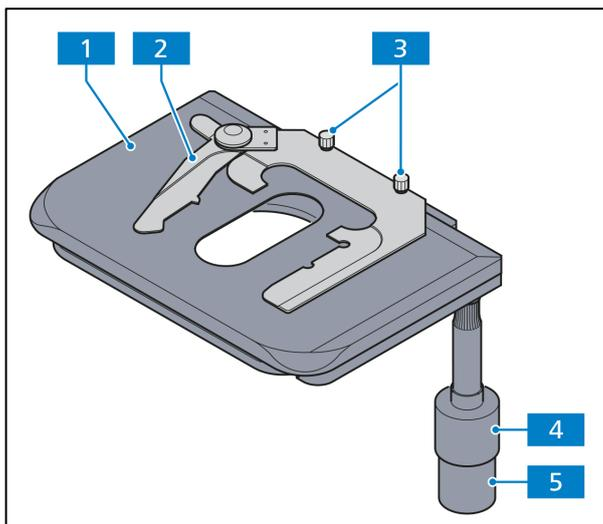

Abb. 2-13 Kreuztisch 75x50 R mit Objekthalter
- Kreuztisch (Abb. 2-13/1) zur Aufnahme und Positionierung der Präparate mit Objekthalter.
- Objekthalter (Abb. 2-13/2) für Einhandbedienung oder Objekthalter für Zählkammern (austauschbar nach Lösen der beiden Rändelschrauben, Abb. 2-13/3).
- Koaxiale Rändelknöpfe für X- (Abb. 2-13/5) und Y-Verstellung (Abb. 2-13/4).
- Triebknöpfe je nach Ausführung an der rechten (R) oder linken Seite (L).